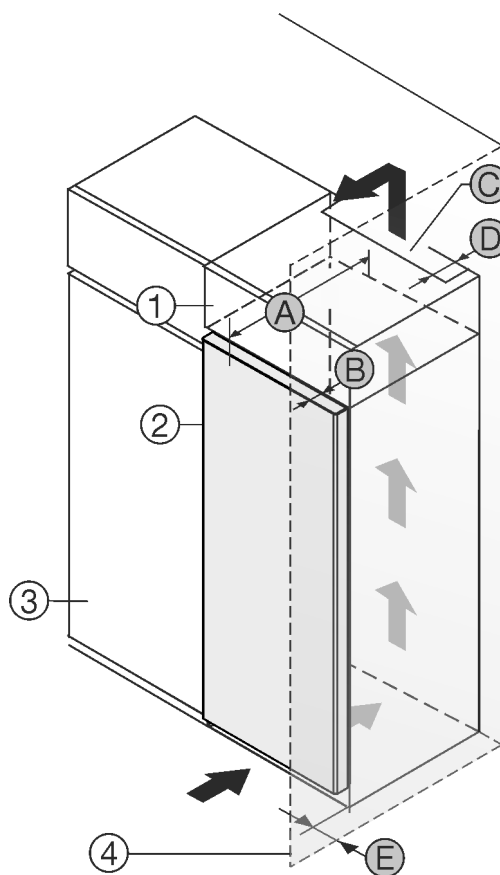

Fig. 1
- (1) Armario superior *
- (2) Aparato *
- (3) Armario de cocina *
- (4) Pared *
- (A) Profundidad del aparato *
- (B) Profundidad de la puerta *
- (C) Sección transversal de ventilación *
- (D) Distancia con respecto a la parte trasera del aparato *
- (E) Distancia con respecto al lateral del aparato *
Puede colocar el electrodoméstico directamente al lado del armario de cocina Fig. 1 (3).*
En la parte trasera del armario superior debe haber una cámara de salida de aire con una profundidad Fig. 1 (D) que abarque toda la anchura del armario.*
Bajo el techo de la estancia debe mantenerse la sección transversal de ventilación Fig. 1 (C).*
Si el electrodoméstico se instala con las bisagras junto a una pared Fig. 1 (4), la distancia entre el electrodoméstico y la pared debe ser de como mínimo 13 mm.*
Para poder abrir totalmente la puerta, el electrodoméstico debe sobresalir la profundidad de la puerta Fig. 1 (B) respecto del frente del armario de cocina. El electrodoméstico puede sobresalir más en función de la profundidad de los armarios de cocina Fig. 1 (3) y del uso de distanciadores de pared.*